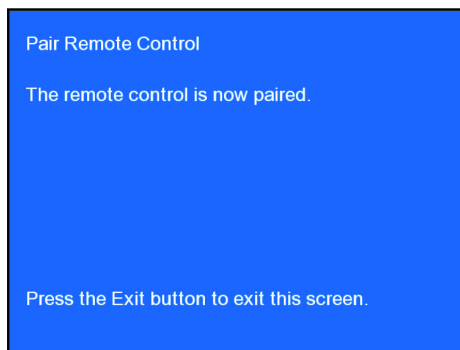

Рис. 3-3 Пульт дистанционного управления привязан
2. Нажмите на пульте дистанционного управления R100 кнопку **Pair**, а затем кнопку **Enter**. После связывания на экране появится меню, показанное на **Рис. 3-3**. Если вы случайно нажмете на пульте дистанционного управления кнопку **Pair**, когда массив уже привязан, нажмите кнопку **Pair** еще раз, чтобы выключить режим привязки.